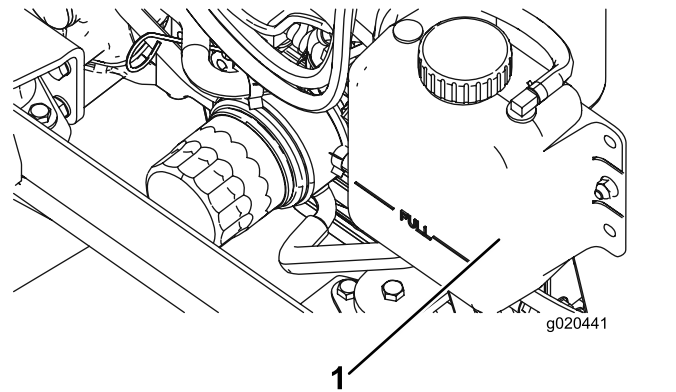

Bild 72
1. Nehmen Sie den Kühlerdeckel und den Deckel des Ausdehnungsgefäßes vorsichtig ab (Bild 72).